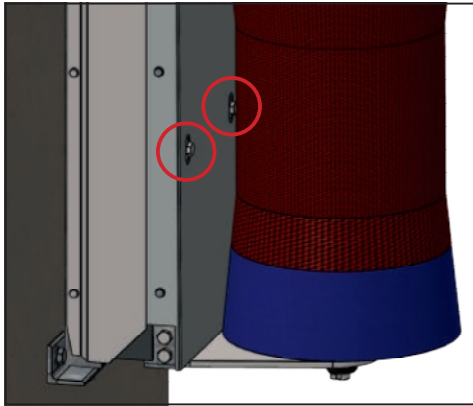

Bild 5: Ta bort transportskruv
4. Ta bort transportskruvarna (2 stycken) och lägg undan dem för senare användning. (Bild 5)